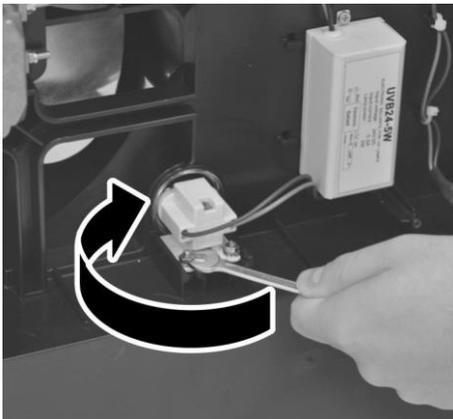

Abb. 38: Muttern der Lampenfassung anziehen
8. ► Muttern mit Gabelschlüssel SW 7 festziehen (Abb. 38).